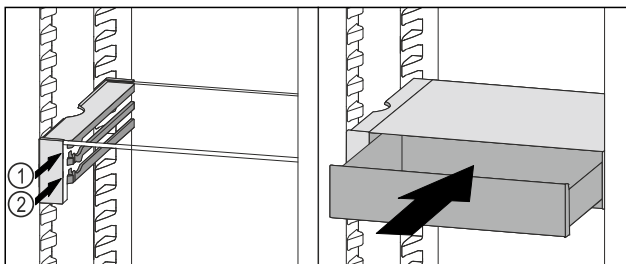

Fig. 158
- VarioSafe-Schubfach hinter den Stoppern auf gewünschter Rippe Fig. 158 (1) oder Fig. 158 (2) aufsetzen.